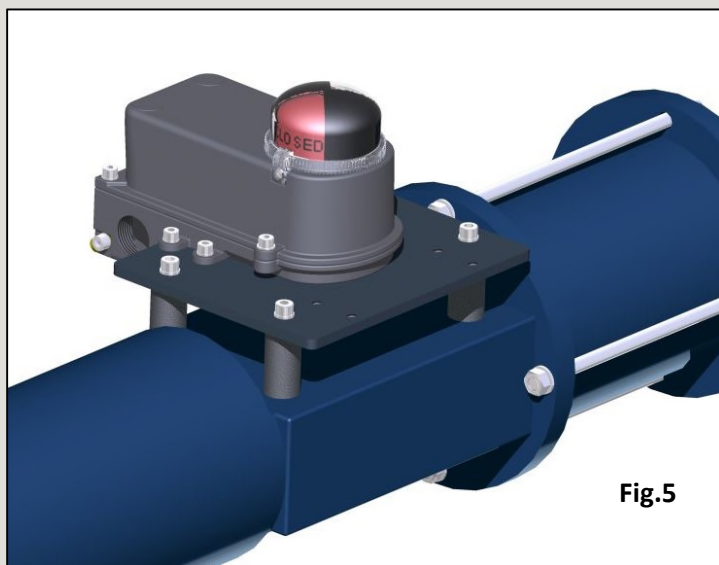

Fig.5
- ✓ **MONTAGGIO DIRETTO SU PIASTRA:** con l'attuatore senza predisposizione Namur, usare accoppiamento diretto sulla piastra di supporto della custodia - vedi Fig.5 (Usare custodia HF con Alberino NAMUR Standard: L=31,5mm - DIGIT 7=0)